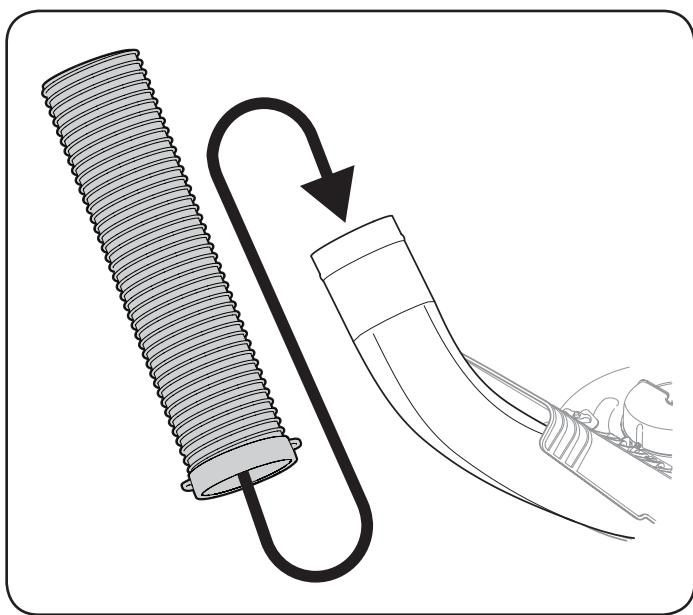

Figura 24
2. Levante por las manijas que están en la parte inferior del tubo del canal. Deslice el tubo del canal sobre el codo del canal que está montado en la plataforma de corte, como se indica en la Figura 24.